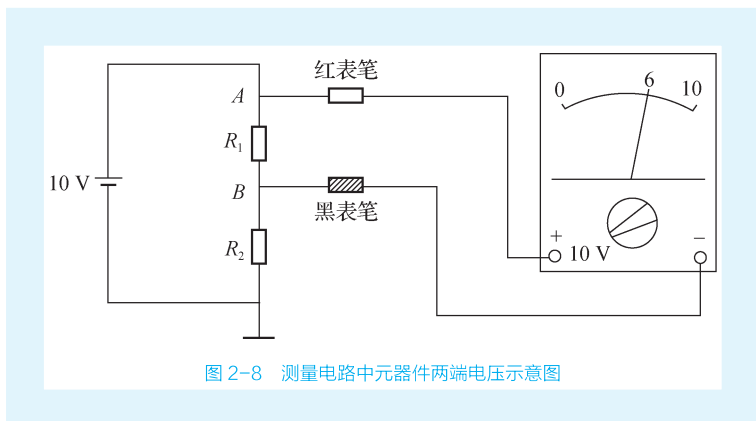

图 2-8 测量电路中元器件两端电压示意图
(1) 测量电路中元器件两端电压。这里以测量电路中一个电阻两端的电压为例来说明，测量示意图如图 2-8 所示。